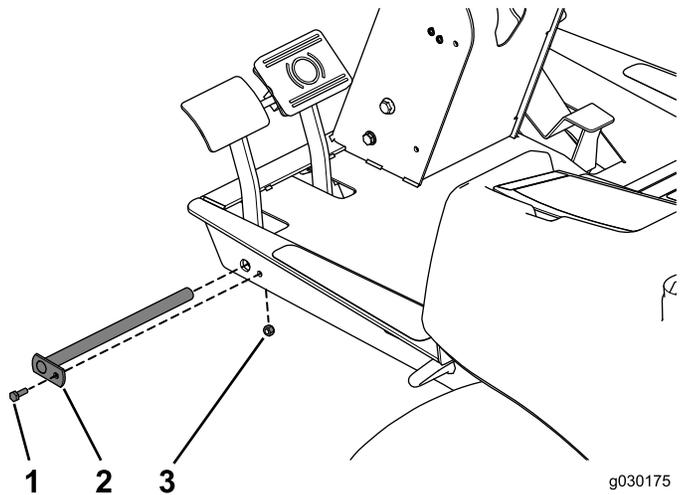

Figura 21
- Fije el pasador con el perno ($\frac{1}{4}$ " x $\frac{3}{4}$ ") y la contratuerca (Figura 21).